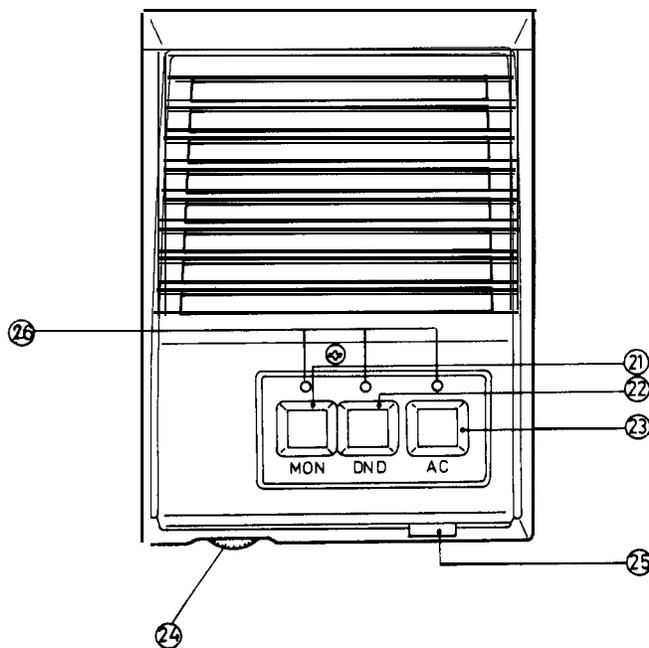

FIG. 2 - N308 INTERCOM STATION
1.3.2.1 INTERCOM STATION (Figure 2)